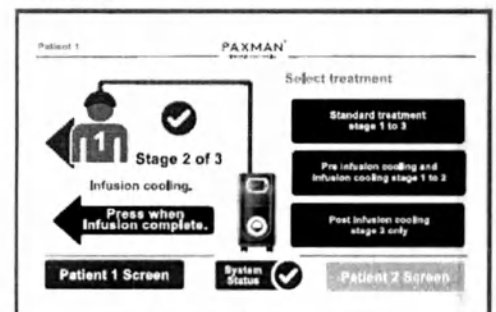

Рис. 36.
- После введения всех химиопрепаратов следует нажать кнопку завершения введения. Рис. 36.